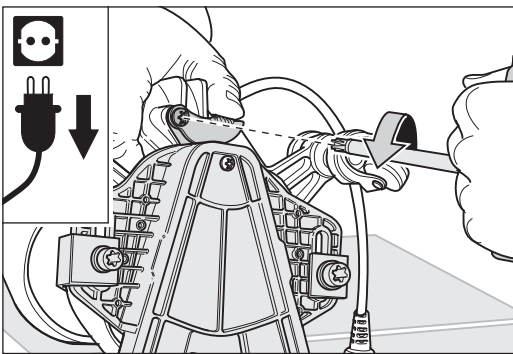

Abb. 31 Die Schraube lösen, mit der das Riemenspannblech befestigt ist.
- 5 Lösen Sie mit dem Universalschlüssel die Schraube, mit der das Riemenspannblech befestigt ist (Abb. 31).